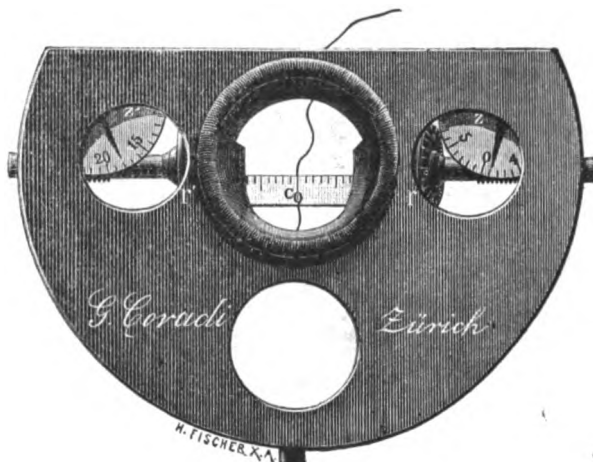

Fig. 4.
b) Das Kurvimeter von G. Coradi (Fig. 4) besteht aus 2 lose, auf gemeinschaftlicher Achse sitzenden Messrollen r und r_1 mit Zählwerken,